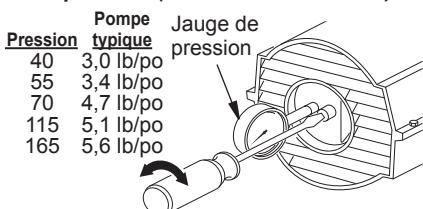

Figure 18 - Ajustement de la pression de la pompe (Montrant le modèle 70)
4. Ajustez la pression. Tournez la soupape de sûreté vers la droite afin d'augmenter la pression. Tournez la soupape de sûreté vers la gauche afin de diminuer la pression. Voir les spécifications de chaque modèle pour avoir une pression correcte (voir figure 18).